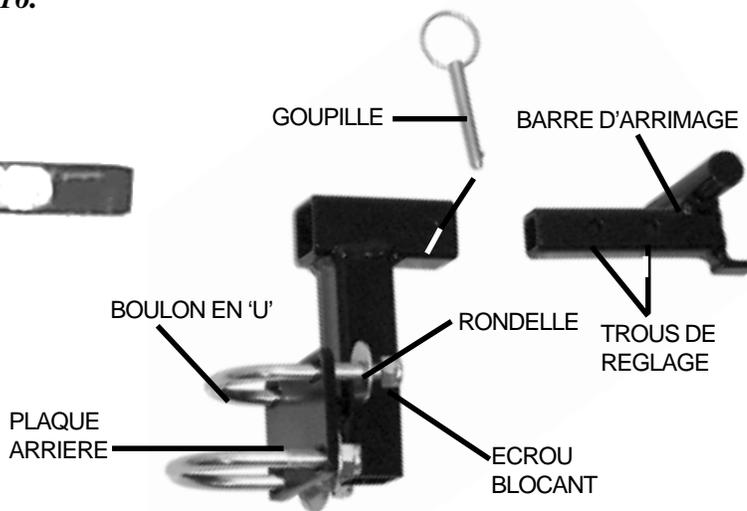

FIGURE 16A.
Pour l'assemblage correct voir la **figure 16A**.
3. Placez le boulon en 'U' sur le mât et alignez -le avec les trous supérieurs de la plaque de montage. Serrez les écrous blocant du boulon en 'U' avec les doigts. **Voir la figure 16A.**